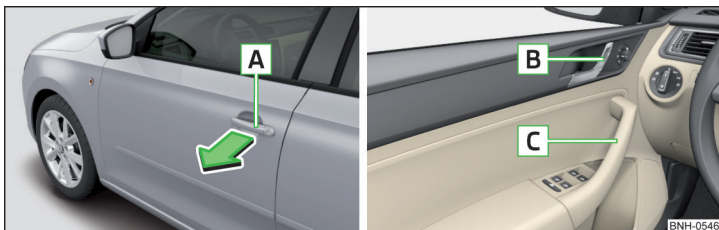

Fig. 33 Mânerul portierei/maneta de deschidere a portierei
- Pentru **deschiderea din exterior**, descuriați autovehiculul și trageți de mânerul portierei **A** în sensul săgeții » fig. 33.